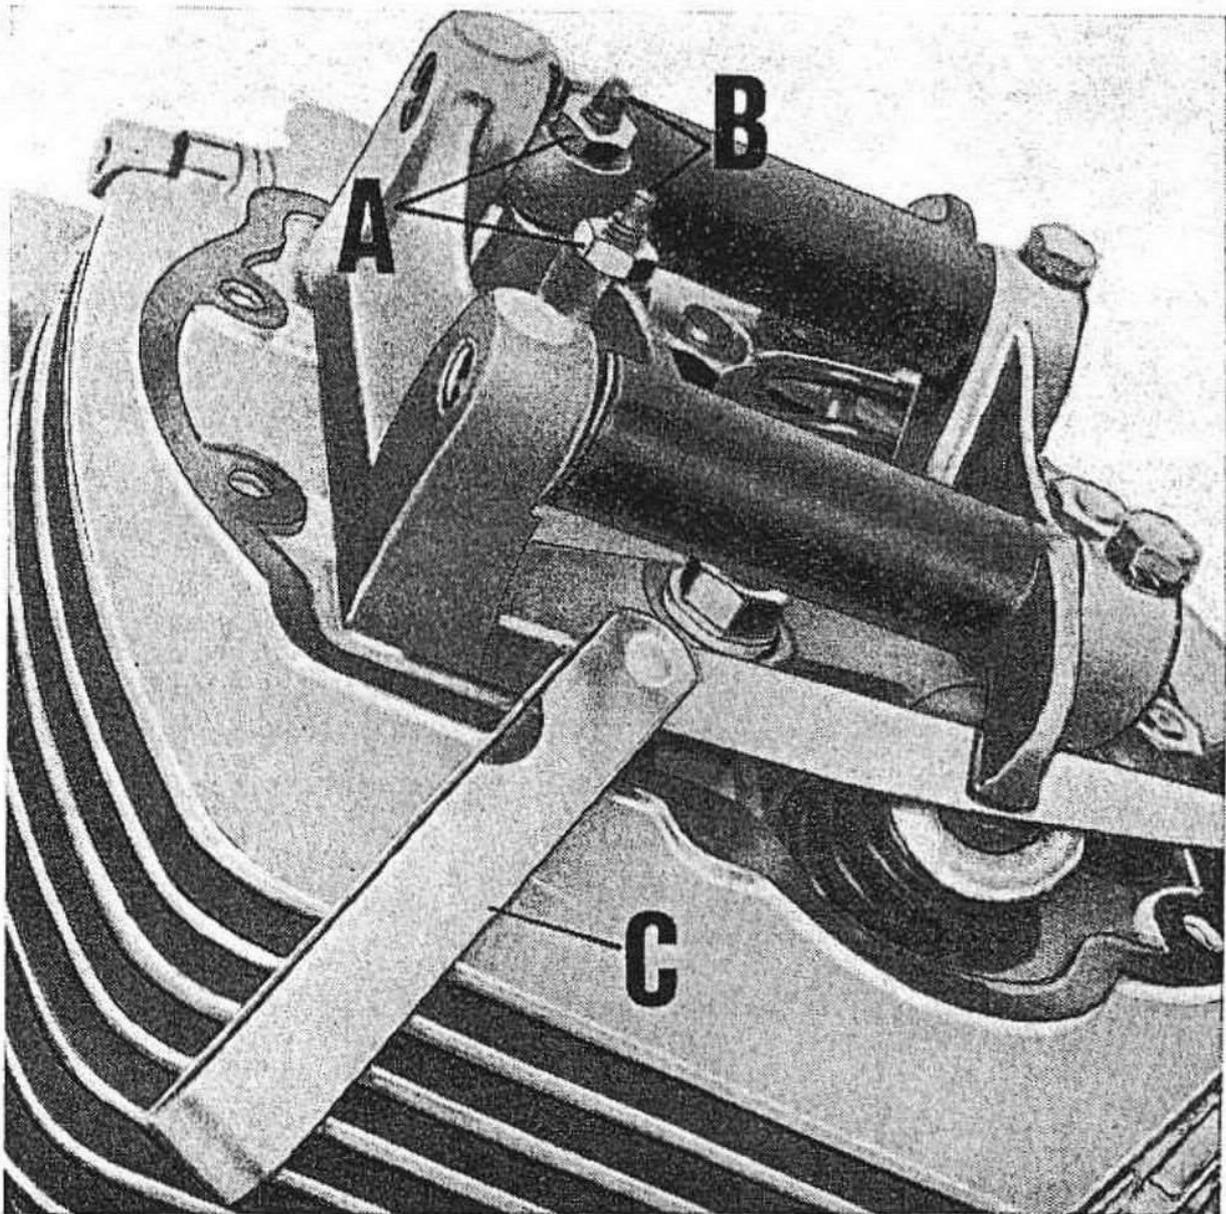

Fig. 17
**Gioco punterie** Ogni 3000 Km o qualora la distribuzione risulti molto rumorosa, controllare il giuoco tra valvole e bilancieri. (ved. fig. 17)